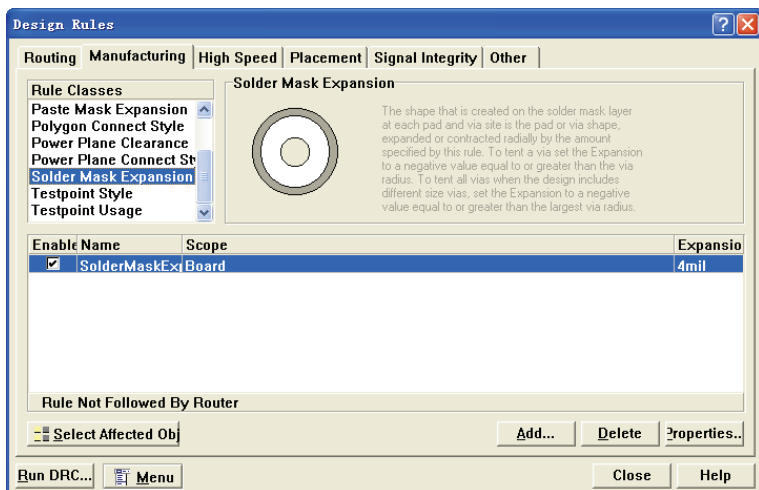

图 8-68 “Solder Mask Expansion” 规则设置选项
- “Solder Mask Expansion” 选项：设置焊锡层和焊盘之间的间距。通常来说，为了焊接的方便，阻焊物质和焊盘之间需要一定的空间。在设置规则时可以根据实际需要 对每一个焊盘、每一个网络直到整个 PCB 上设置该间距，默认距离为 4mil，如图 8-68 所示。